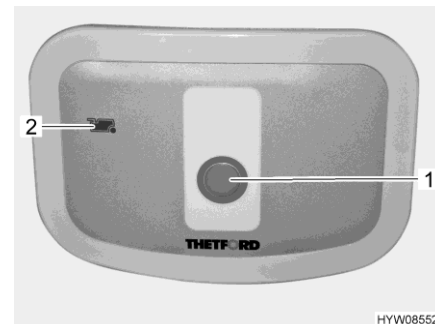

Bild 139 Spolknapp/kontrollampa (Thetford-toalett)
- För att spola, tryck på den blå spolknappen (Bild 139,1).
- Kontrollampan (Bild 139,2) lyser när latrintanken måste tömmas.